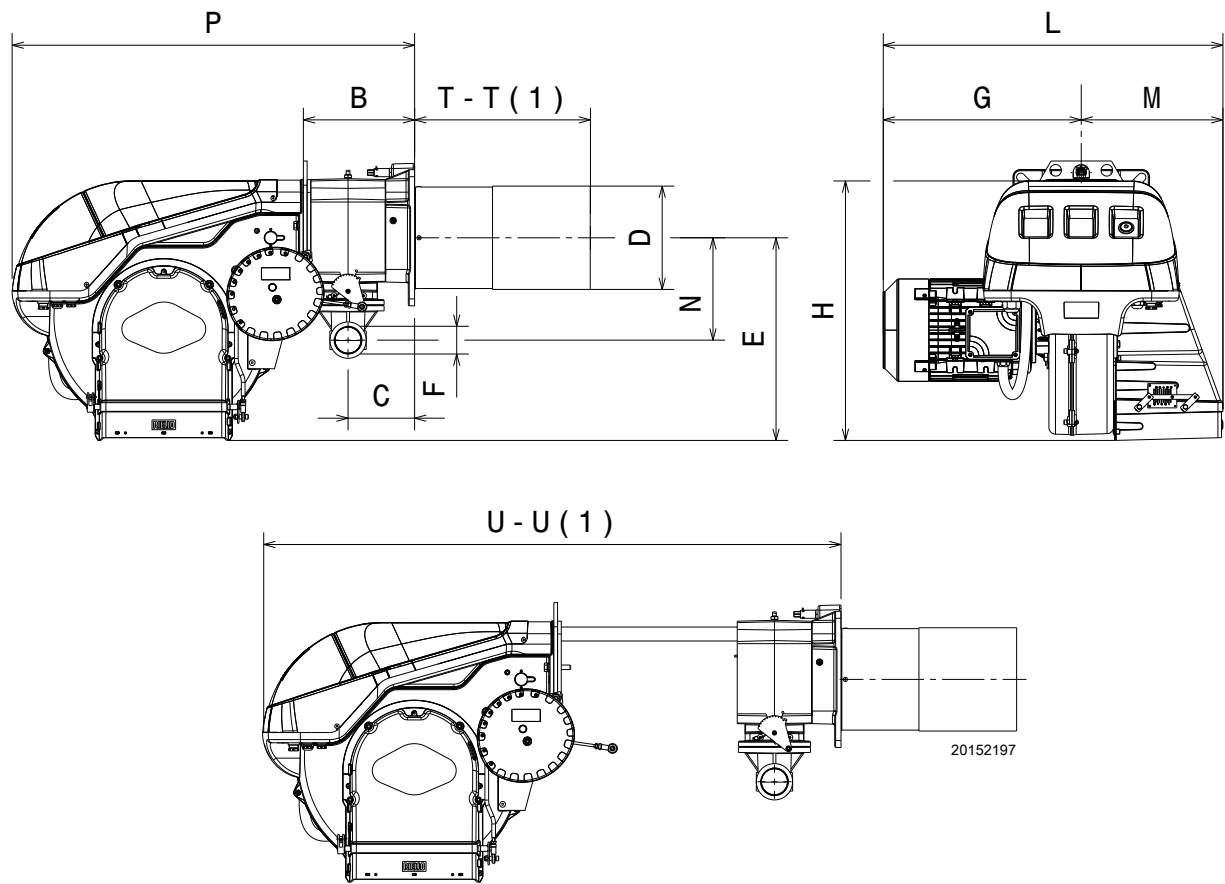

图 1
燃烧器的最大尺寸见图 1。
* 锅炉门的最大深度称为尺寸 “l” (图 1 页 8)。